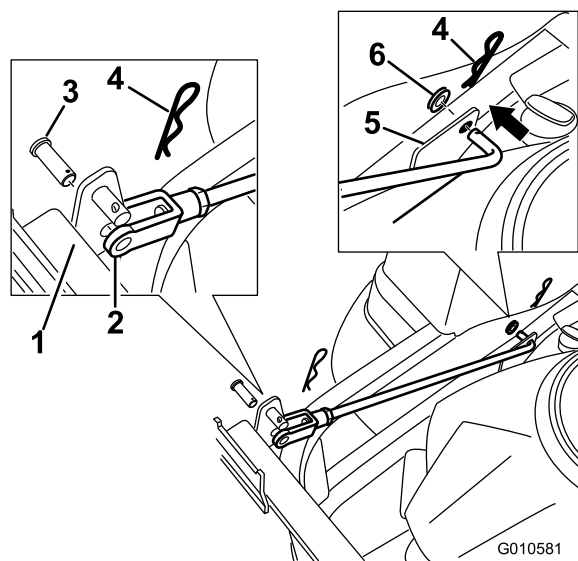

Figura 6
6. Instale dos varillas de apoyo, una en cada lado del bastidor del ensacador. Localice el soporte existente entre la rueda motriz trasera y el bastidor (Figura 6).
7. Introduzca los extremos doblados de la varilla en el bastidor del ensacador según se muestra en Figura 6. Sujete el extremo de la varilla con una arandela y un pasador de horquilla.
- D. Sujete la horquilla de la varilla al bastidor del ensacador con un pasador y una chaveta (Figura 6).